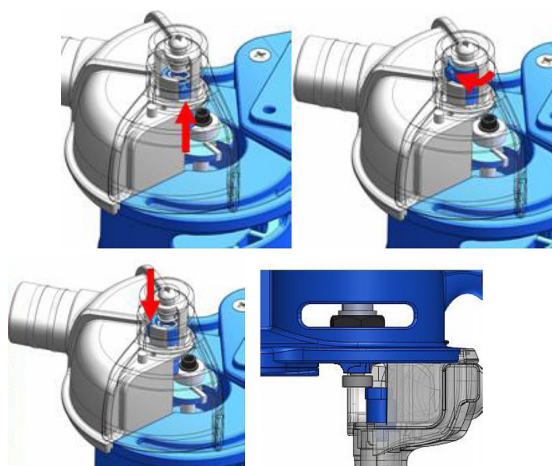

Abb. 8: Fräskopf-Anschlag einstellen
Schritt 1: Den Anschlag nach oben schieben und drehen (Abb. 8 oben).
Schritt 2: Wenn der Anschlag nach unten eingerastet ist, kann sich der Fräskopf drehen, ohne dass der Anschlag mitgenommen wird. (Abb. 8 unten).